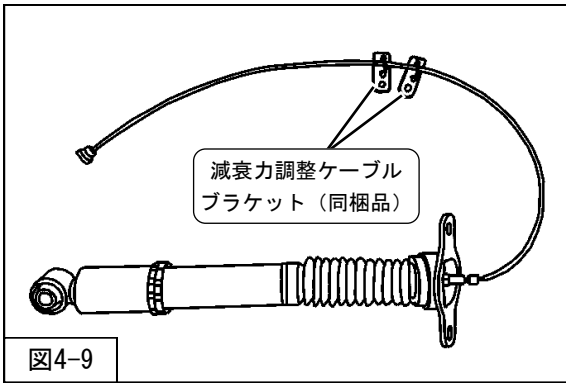

図4-9
12. リアショックアブソーバASSYに減衰力調整ケーブルブラケット (同梱品) を仮付けしてください。(図4-9)